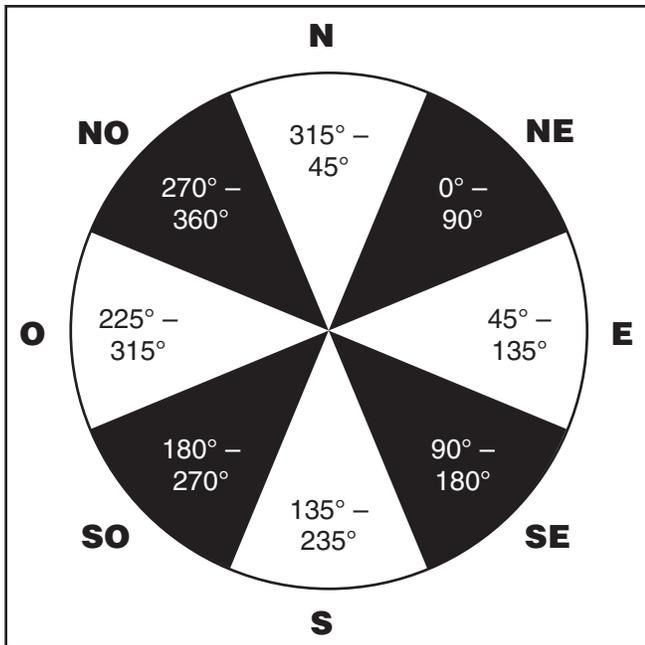

Figura 30. Gráfico circular de las ocho regiones direccionales indicadas en el procedimiento de alineación sobre la estrella más luminosa.
11. El mando de mano le indicará para seleccionar la región (Select Region). Escoja la dirección que corresponde a dónde Vd. vea la estrella más luminosa del cielo nocturno. Podría ser útil contar con una brújula para consultar durante este procedimiento. Hay ocho regiones sobre las que se puede escoger, cada una cubriendo una extensión de 90 grados en azimut (**Figura 30**). La dirección escogida sólo afectará la selección de su estrella de alineación; podrá aún escoger estrellas para observar a lo largo de todo el cielo una vez terminada la alineación.